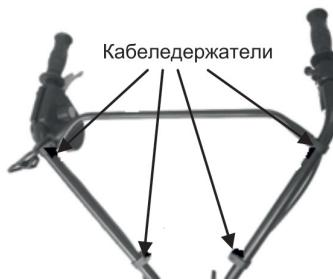

Рис. 6
6. Закрепите защитную перекладину и кабелодержатели к правой и левой рукоятке (рис. 6);